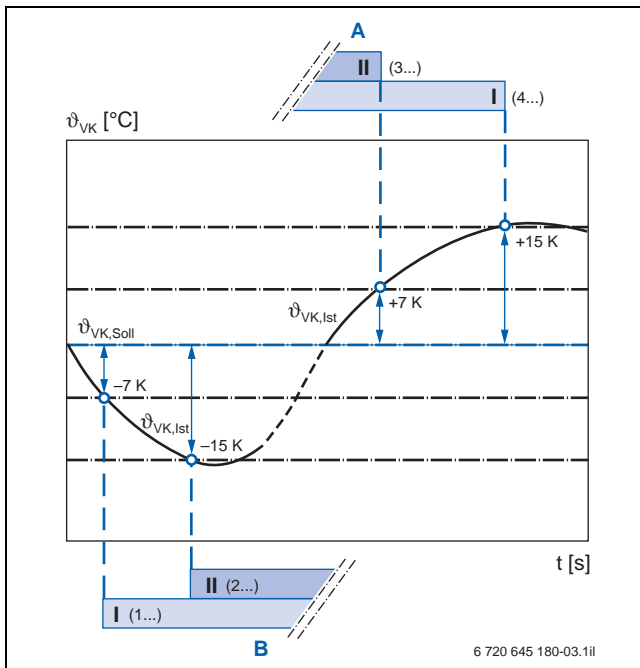

Bild 3 Feste Schaltschwellen für die Brennerstufen in Abhängigkeit von der Regelabweichung
- **Erstens** gibt es eine feste Vorgabe für die Schaltschwelle des Brenners. Diese beträgt für 1-stufige Brenner und für die erste Stufe eines 2-stufigen oder modulierenden Brenners maximal ± 7 K Abweichung zwischen der Kesselvorlauf-Solltemperatur und der Kesselvorlauf-Isttemperatur. Für die zweite Stufe eines 2-stufigen oder modulierenden Brenners beträgt die Regelabweichung maximal ± 15 K. Das Regelsystem Logamatic EMS schaltet den Brenner oder die Brennerstufe ein oder aus, wenn die jeweils vorgeschriebene Schaltschwelle überschritten wird (\rightarrow Bild 3).